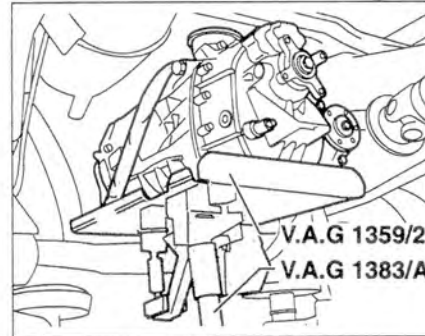

Рис. 5.80. Установите под коробку передач домкрат V.A.G 1383 A.
17. Установите под коробку передач домкрат V.A.G 1383 A (рис. 5.80).